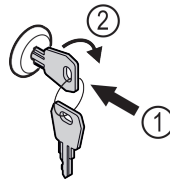

Fig. 191
- ▶ Вдавити ключ. Fig. 191 (1)
- ▶ Повернути ключ на 90° за годинниковою стрілкою. Fig. 191 (2)